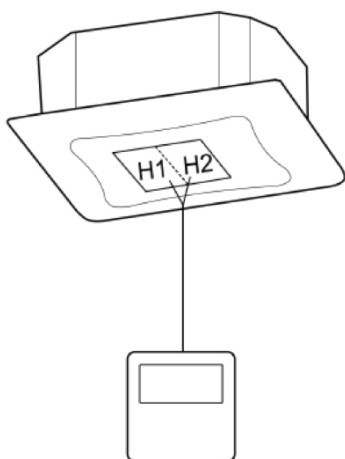
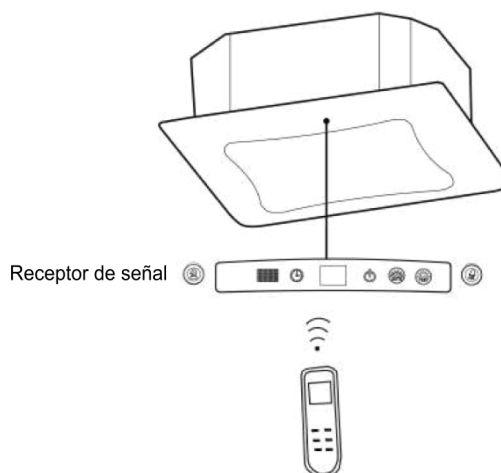

Fig.5.4.1
Fig.5.4.2
- 1) El controlador con cable se muestra en la Fig.5.4.1, el controlador con cable se muestra en la Fig.5.4.2, el receptor de señal se suministra con el panel como accesorio estándar.